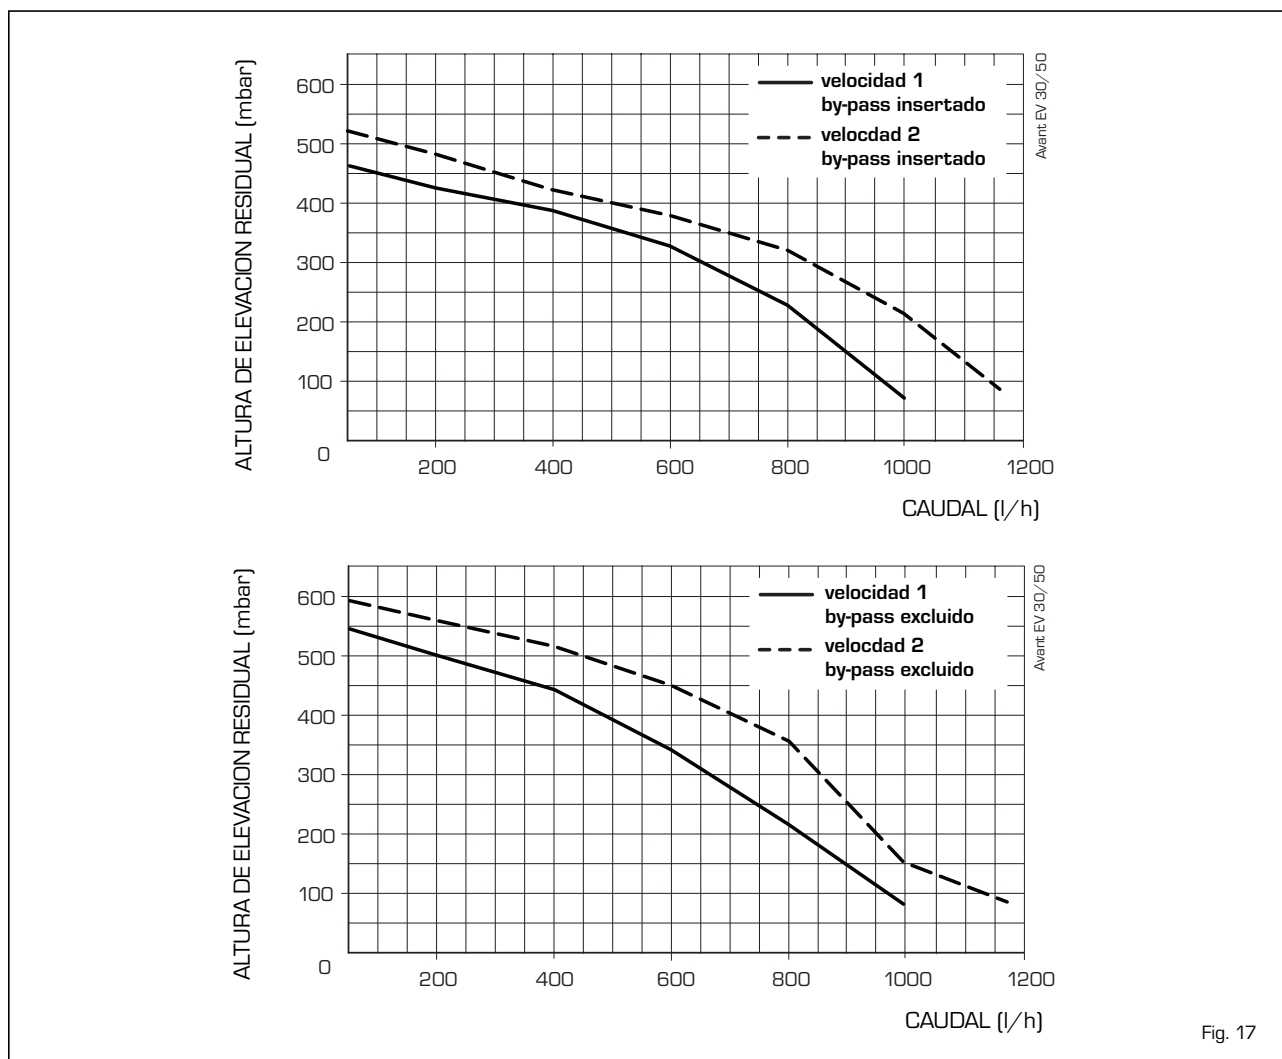

Fig. 17
3.9 ALTURA DE ELEVACION DISPONIBLE EN LA INSTALACION (fig. 17)
La prevalencia residual para la instalación de calefacción está representada, en función de la capacidad, del gráfico de la fig. 17. La velocidad de la bomba modulable se ha configurado con un valor predeterminado (parámetro del instalador **PAR 13=1**).